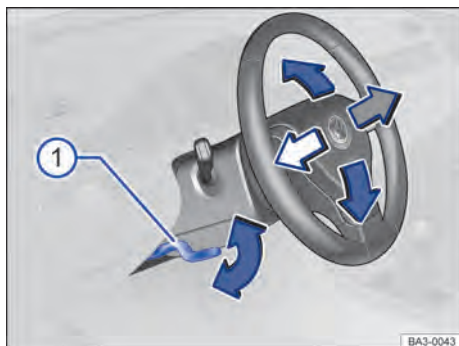

Fig. 60 Debajo y a la izquierda del volante junto con el revestimiento de la columna de dirección: palanca de ajuste de la posición del volante.
- Presionar la tecla  hasta el segundo nivel → Fig. 60 , hasta que el techo corredizo panorámico esté totalmente cerrado.
- Empujar la palanca hacia abajo sosteniéndola por su empuñadura → fig. 60 ①.